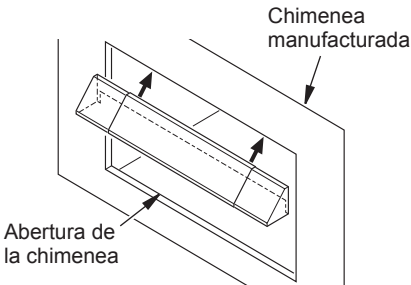

Figura 13 - Instalación de la cubierta en el interior de una chimenea manufacturada
2. Ponga la cubierta en el interior de la abertura de la chimenea como se muestra en la figura 13.